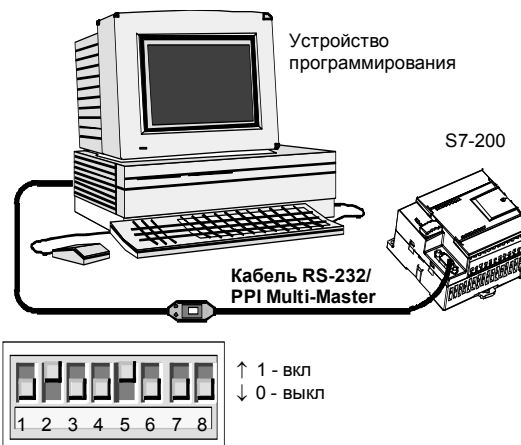

Рис. 2-2. Присоединение кабеля RS-232/PPI Multi-Master
На рис. 2-2 показан кабель RS-232/PPI Multi-Master, соединяющий S7-200 с устройством программирования.
3. Обратите внимание, чтобы DIP-переключатели кабеля RS-232/PPI Multi-Master были установлены, как показано на рис. 2-2.